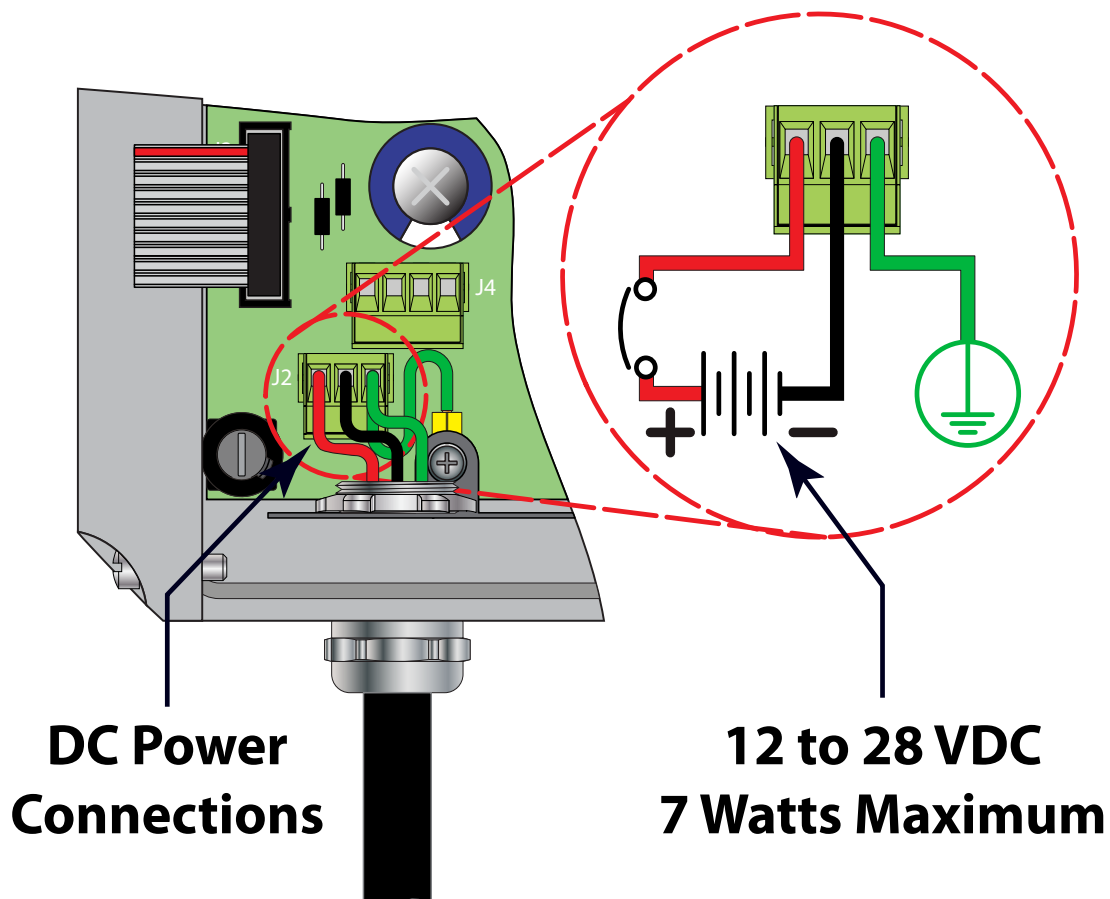

ABBILDUNG 3.6 – ANSCHLUSS DER EXTERNEN SPANNUNGSVERSORUNG DC
- 2) Verbinden Sie die Gleichstromquelle wie im Schema in **Abbildung 3.6** dargestellt. In den DFX-Verteilern des Durchflussmessers haben Kabel bis 14 AWG Platz.